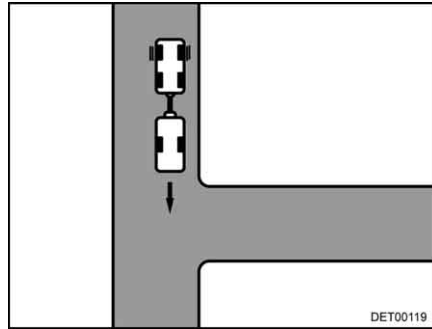

Fig. 14 Manœuvre à effectuer
- Se déplacer vers l'entrée, jusqu'à ce que l'arrière de la caravane se trouve, à peu près, à la hauteur de l'entrée (Fig. 14).